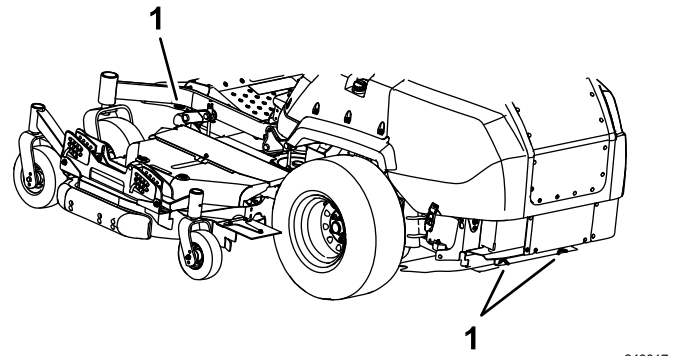

Figure 35
6. Arrimez la machine près des roues pivotantes avant et du pare-chocs arrière à l'aide de sangles, chaînes, câbles ou cordes (Figure 35). Reportez-vous à la réglementation locale concernant les exigences en matière d'arrimage.